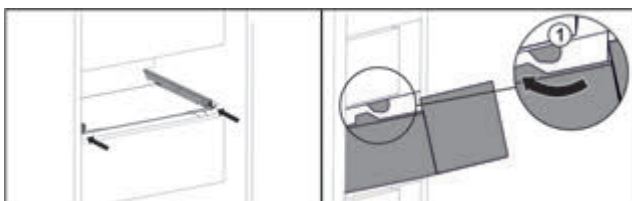

Fig. 100
- ▶ Обвести висувний ящик навколо стопора *Fig. 100 (1)*.